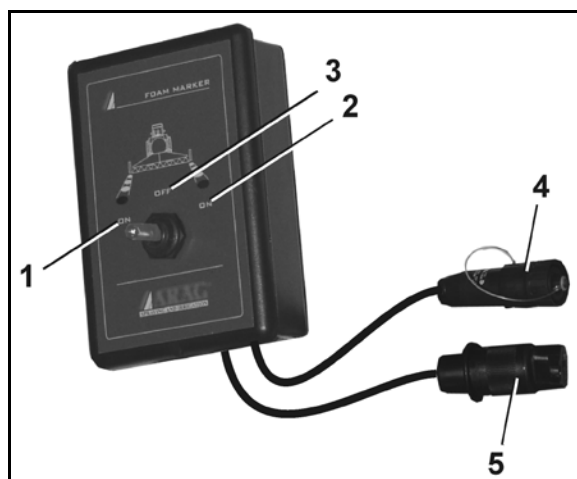

Fig. 107
- DUS- skiftehanen (Fig. 107/1).
- DUS-trykbegrænsningsventilen (Fig. 107/2). DUS-trykbegrænsningsventilen er fast indstillet fra fabrikken side og reducerer trykket i trykomløbssystemet til 1 bar.
- Er DUS-skiftehanen i position (Fig. 107/A), betyder det, at trykomløbssystemet er koblet til.
- Er DUS-skiftehanen i position (Fig. 107/B), betyder det, at trykomløbssystemet er koblet fra.
- Er DUS-skiftehanen i position (Fig. 107/C), kan der tappes væske fra marksprøjten.